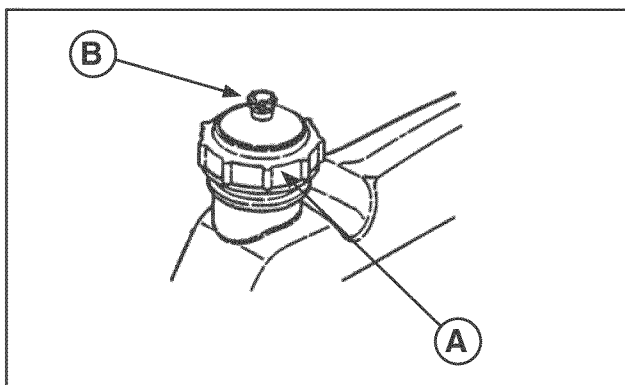

FIGURA 1
1. Agregue combustible al depósito de combustible después de haber empujado la máquina hacia el exterior donde se puedan disipar los vapores. Asegúrese de que la tapa de llenado de combustible (A, Figura 1) esté ajustada y de que la ventilación (B) esté abierta después de volver a cargar combustible. Si la ventilación está cerrada, el motor se detendrá.